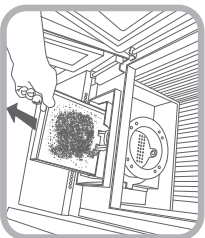

figura 10
- Extraer el cenicero y eliminar las cenizas del CENICERO. (Ver Figura 10).